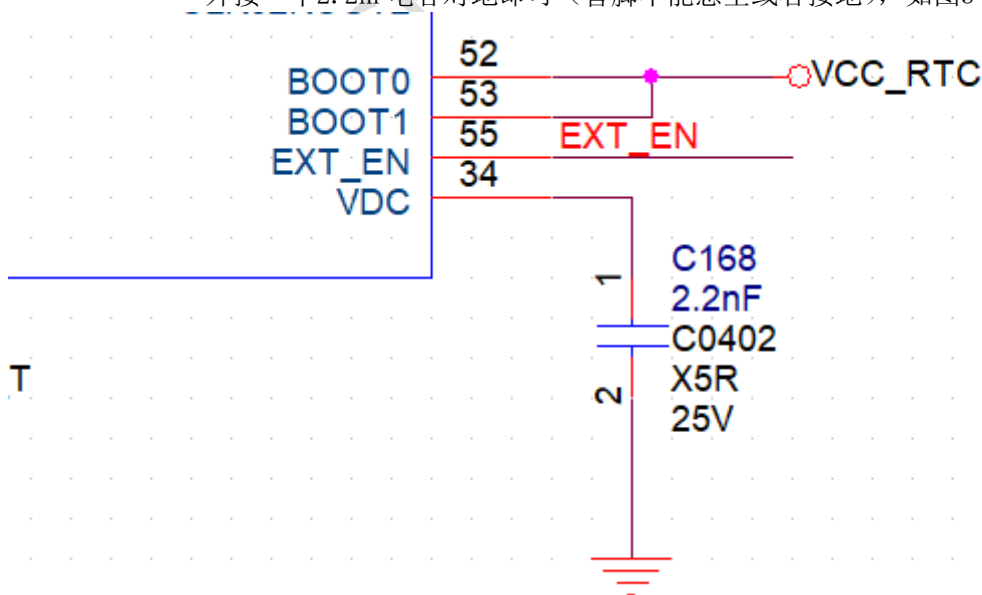

图 3-31 VDC应用电路三
- 对于Netbook的应用场景，不需要插电自动开机的功能，仅需要使用按键关机，则在VDCpin外接一个2.2nF电容对地即可（管脚不能悬空或者接地），如图3-31所示；